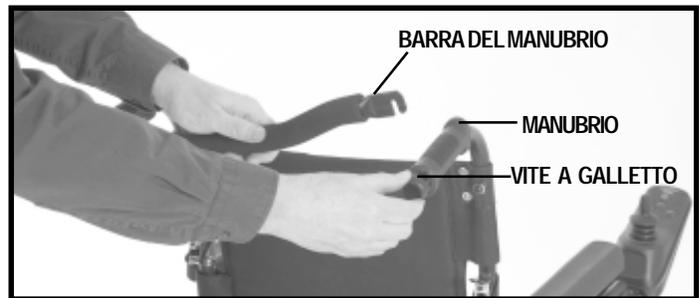

Figura 14. Installazione della barra del manubrio
3. Installare la barra del manubrio agganciandola a entrambi i manubri e serrando le due viti a galletto. Si veda figura 14.